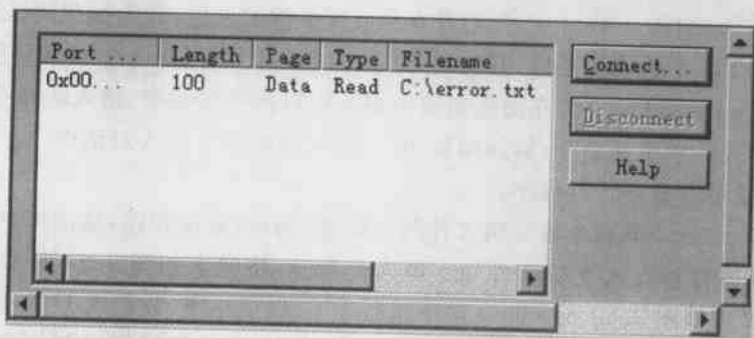

图 3.29 Port Connect 窗口
(7) Port Connect 该命令将主机文件与存储器(端口)地址相连,从而可以从文件中读出数据或将数据从寄存器写入主机文件中。单击此命令,将弹出如图 3.29 所示的窗口。单击 Connect 按钮,弹出如图 3.30 所示的设置存储器地址(包括程序、数据或 I/O 地址)的对话框。在对话框中设置好地址后,单击 OK 按钮,又弹出如图 3.31 所示的端口文件输入对话框。该